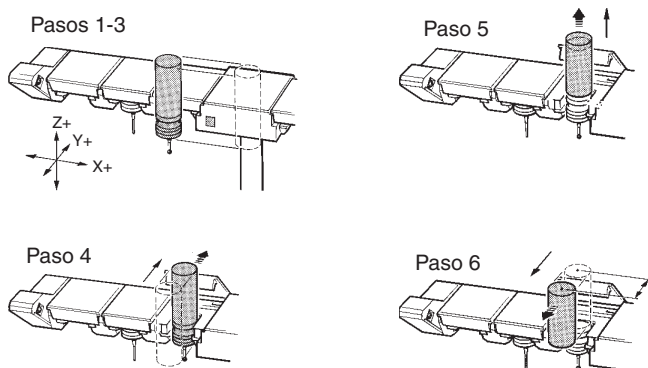

Figura 16: procedimiento de cambio de palpadores - almacenamiento de un módulo de palpador
Almacenamiento de un módulo de palpador: protección activada (ON) (Véase la Figura 16).